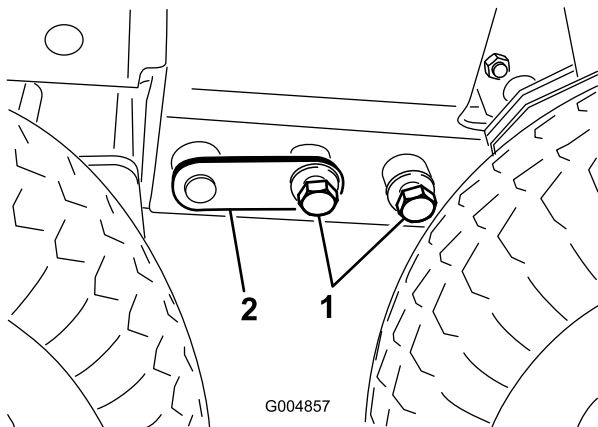

Figure 81
19. Enlevez les (2) boulons de 3/4 pouce de diamètre qui fixent le cadre avant au cadre arrière en avant de la roue motrice, de chaque côté du cadre (Figure 81). **NE RETIREZ PAS LA GOUPILLE D'ACCOUPLLEMENT À CE STADE.**